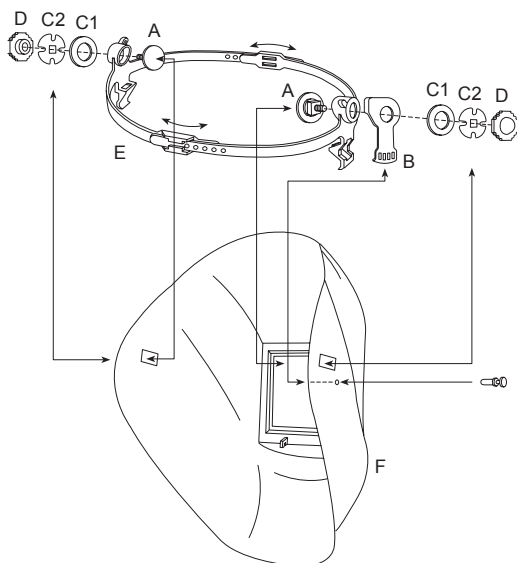

Рис. 2
2. Вставьте внутреннюю защитную пленку в предназначенное для нее отверстие на внутренней части электрооптического сварочного фильтра, как показано на рис. 2.a, затем вместе с защитной пленкой вставьте фильтр между пружиной и несущей рамкой так, чтобы пружина слегка прижала фильтр (2.b) к рамке.
2. Вставьте внутреннюю защитную пленку в предназначенное для нее отверстие на внутренней части электрооптического сварочного фильтра, как показано на рис. 2.a, затем вместе с защитной пленкой вставьте фильтр между пружиной и несущей рамкой так, чтобы пружина слегка прижала фильтр (2.b) к рамке. Во избежание попадания соединительного провода под металлическую пружину, при помещении электрооптического фильтра в несущую рамку его необходимо нагнуть вправо.
2. Вставьте внутреннюю защитную пленку в предназначенное для нее отверстие на внутренней части электрооптического сварочного фильтра, как показано на рис. 2.а, затем вместе с защитной пленкой вставьте фильтр между пружиной и несущей рамкой так, чтобы пружина слегка прижала фильтр (2.б) к рамке. Во избежание попадания соединительного провода под металлическую пружину, при помещении электрооптического фильтра в несущую рамку его необходимо нагнуть вправо.